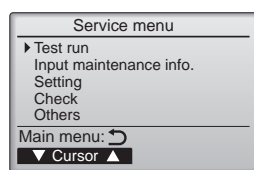

Fig. 7-3
- ③ Виберіть «Test run» (тестовий прогін) за допомогою кнопок [F1] або [F2], а потім натисніть кнопку [✓] (Fig. 7-3).